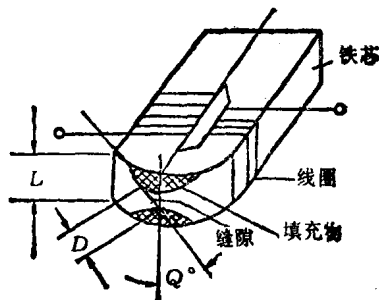

图3 视频磁头的结构
2. 视频磁头的结构 它是由线圈、铁芯和磁隙组成如图 3 所示。为了便于绕制线圈、在铁芯的中间开一个小窗口。线圈匝数很少,一般采用平衡绕制方法绕制磁头线圈。 D 为磁迹宽度,一般为 $19 \sim 70\mu\text{m}$,磁头片的厚度为 $L = 0.2\text{mm}$ 。在磁头缝隙的周围填充了玻璃填料,磁头缝隙为 $0.3\mu\text{m}$ 。 Q 为方位角,VHS 录像机中视频磁头的方位角为 $\pm 6^\circ$ 。在磁头缝隙处的弧面半径 R 应与视频磁鼓的半径 R' 相接近。